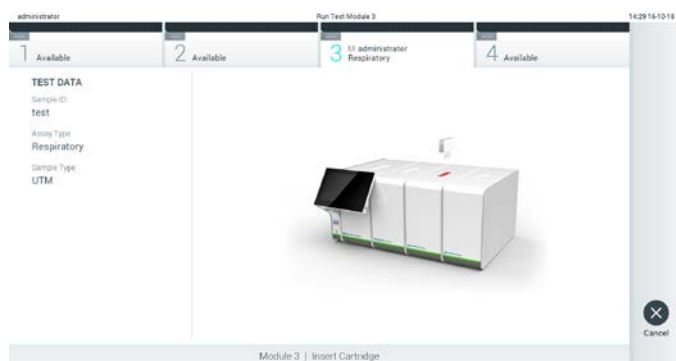

図 27. QIAstat-Dx assay cartridge を QIAstat-Dx Analyzer 1.0 に挿入。
7. QIAstat-Dx assay cartridge のスワポートとメインポートのサンプル蓋がしっかり閉じてあることを確認します。QIAstat-Dx Analyzer 1.0 の上部のカートリッジ入口ポートが自動的に開いたら、バーコードを左に、反応チャンバーを下に向けて QIAstat-Dx assay cartridge を挿入します（図 27）。